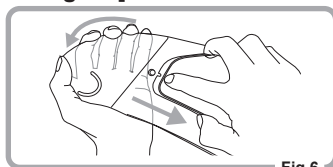

Fig.6
2. Avlägsna Pinlock® Insättningslins original från excentersprintarna genom att böja på visiret. (Fig.6)